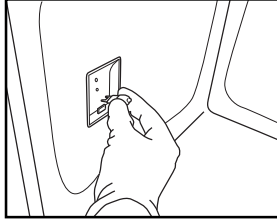

Fig. 8
4. Byt ut glödlampan (för typ av lampa – se anmärkning) (fig. 8).